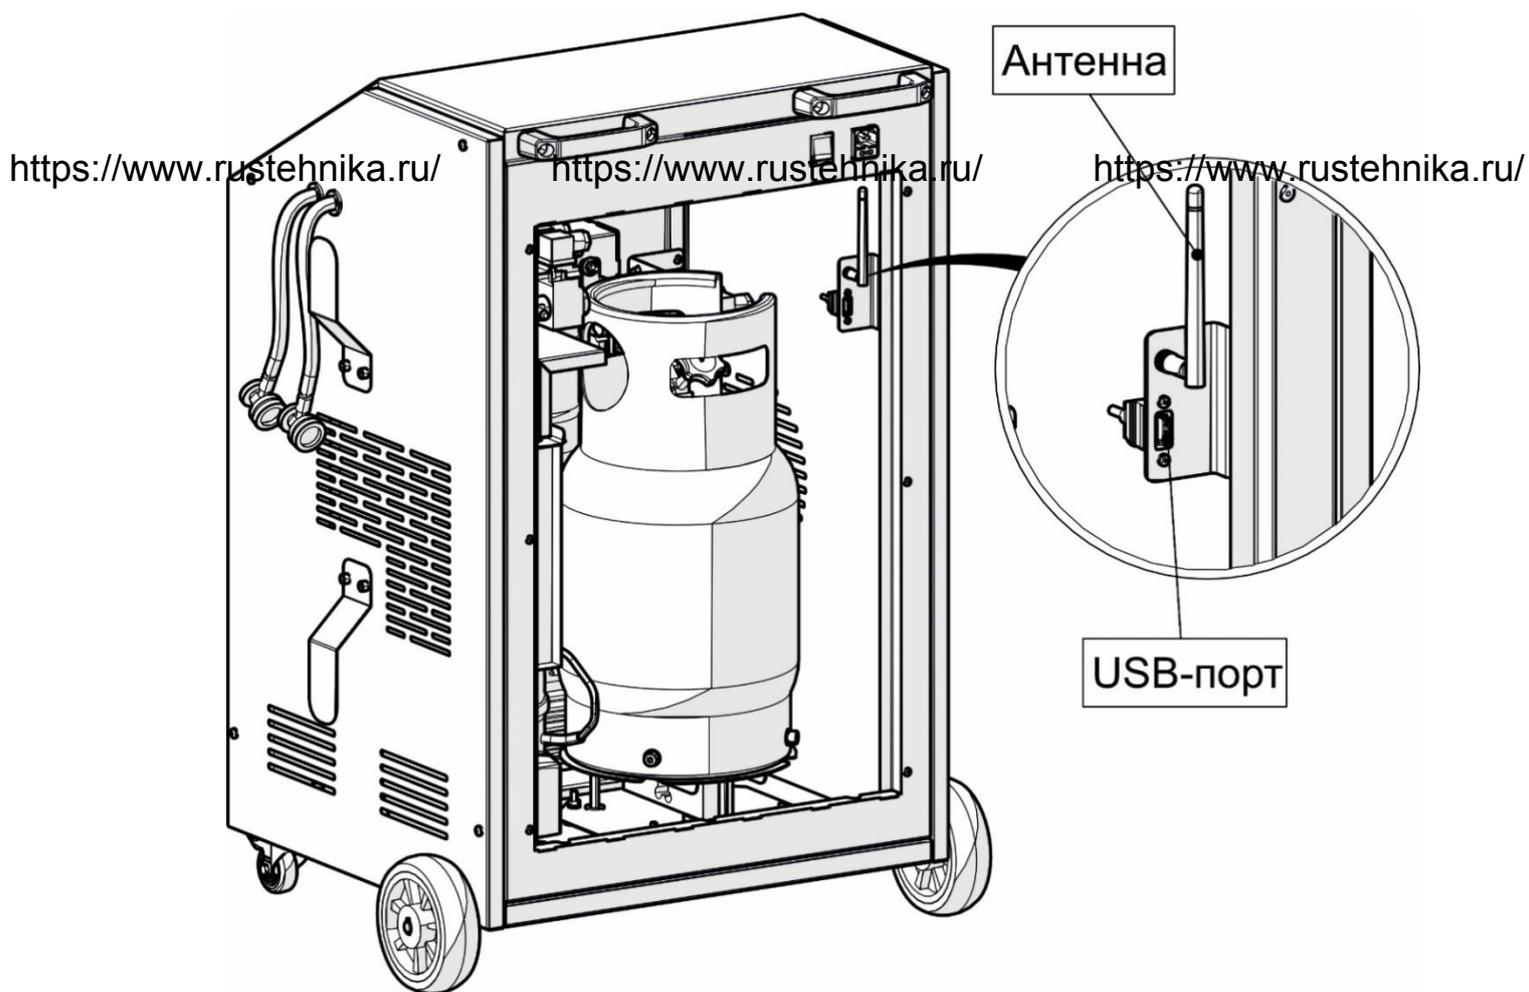

Рис. 7 Узел коммутации
9.2.1. Откройте заднюю дверцу для лучшего приема сигнала сети. Узел коммутации имеет приемную антенну (см. рис.7)
1.Скачать с сайта производителя файл прошивки и загрузить его через USB-порт (см. рис.7).
Для обновления понадобится USBFlash со свободным объемом памяти не менее 100 Мб, FAT32. Файл прошивки копируется в кореньUSB Flash. Подключите USBFlash к установке через USB порт (рис.7)и запустите операцию «Обновление ПО».
1.Скачать с сайта производителя файл Базы Данных и загрузить его через USB-порт (см. рис.7).
Для обновления понадобится USB Flash со свободным объемом памяти не менее 100 Мб, FAT32. Файл прошивки копируется в кореньUSB Flash. Подключите USB Flash к установке через USB порт (рис.7)и запустите операцию «Обновление БД».